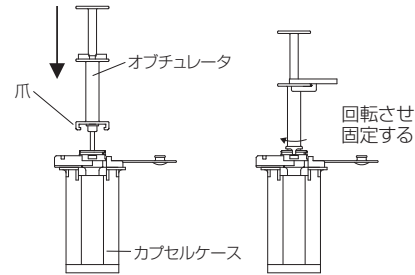
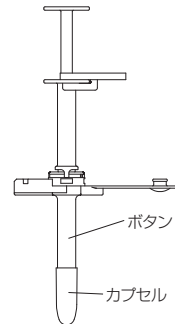

図9
図10
1. オプチュレタをカプセルケースに入ったボタンに突き当たるまで挿入する。このとき、オプチュレタの爪をボタンの体外固定部の溝に合せて挿入する。（図9）オプチュレタをカチッと手応えを感じるまで回転させ、爪でボタンの体外固定部とオプチュレタを固定したのち、オプチュレタとボタンをカプセルケースから引き抜く。（図10）